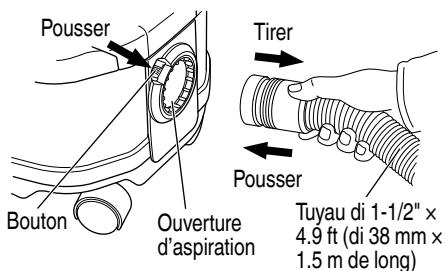

Fig. 12
1. Raccordement du tuyau (Fig. 12)